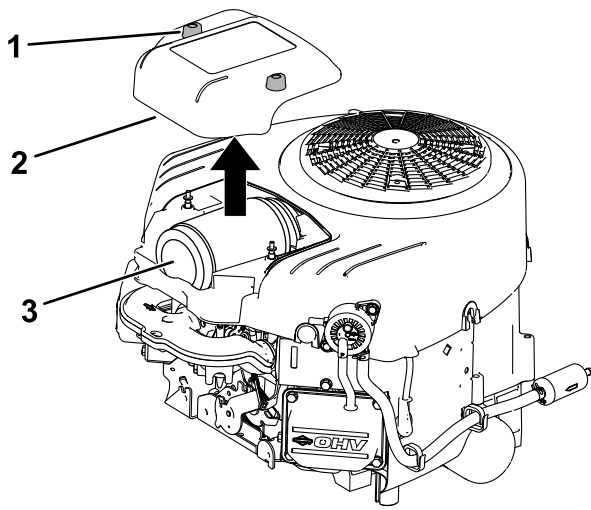

Figura 37
3. Instale la tapa y apriete las fijaciones (Figura 37).